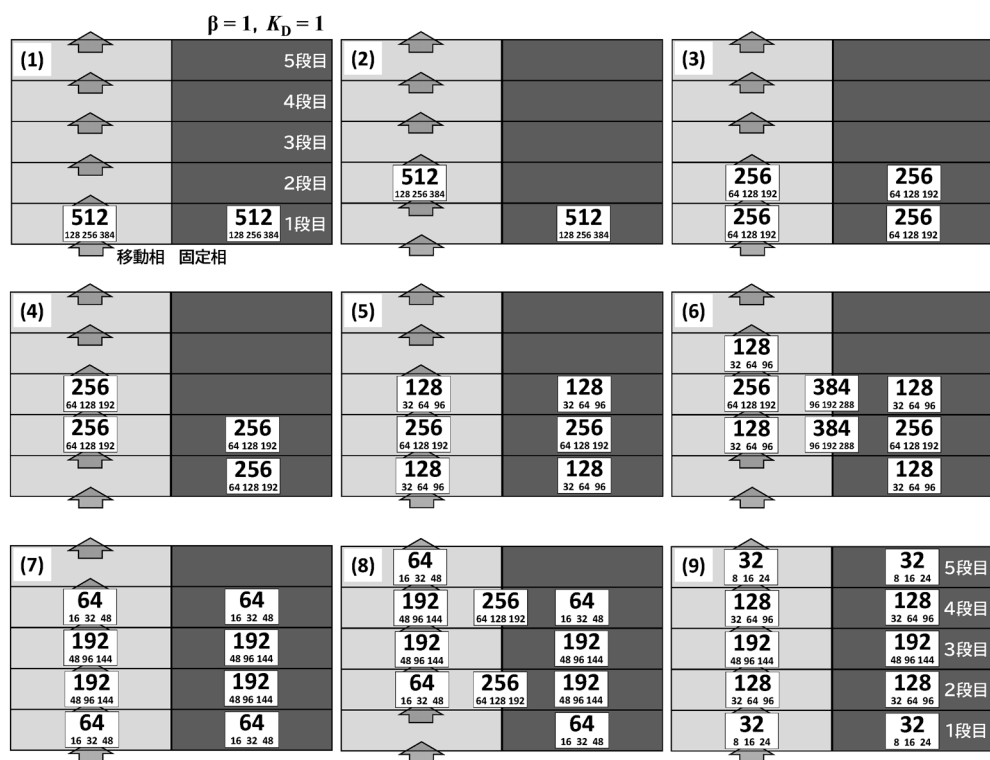

図 8 溶質の移動に伴うカードの配置変化 ($\beta=K_D=1$)⁵⁾
図 8 に $\beta=K_D=1$ におけるカラム内での物質質量分布を 5 段目までシミュレーションした結果を示す。この場合、平衡時は移動相と固定相が同じ濃度になるように物質質量を決めるが、両相の体積が同じなので両相が同じ物質質量になるようにカードを並べる。まず、1 段目では両相に「1024」の 1/2 である「512」のカードをそれぞれ置く (図 8(1))。移動相内のカードだけを 2 段目に移動させ (同(2))、各段でそれぞれ「512」の 1/2 である「256」のカードを両相に置く (同(3))。次に、移動相内にある 2 枚のカードを次段にそれぞれ移動させ (同
(4), 各段で段内合計値の 1/2 数のカードをそれぞれ両相に置く (同(5))。続いて, 移動相内にある 3 枚のカードを次段にそれぞれ移動させ, 2 および 3 段目は段の合計値に相当するカードをそれぞれ置いた後 (同(6)), 段内合計値の 1/2 数のカードを両相にそれぞれ置く (同(7))。最後に, 移動相内にある 3 枚のカードを次段にそれぞれ移動させた後, 2 および 4 段目は段の合計値に相当するカードをそれぞれ置き (同(8)), 合計値の 1/2 数のカードを両相にそれぞれ置く (同(9))。このシミュレーションでは, 移動相と固定相に存在する溶質の物質質量比から保持係数 (k) が求められる。また, 移動相はカラム内では 1 段目から 5 段目まで 4 段移動していることになり, 溶質は最も物質質量が多い段数まで移動したとして, 移動率 (カラム内での移動相の移動距離に対する溶質の移動距離比, R) が推算できる。例えば $\beta=K_D=1$ (図 8(9)) の場合, 両相の物質質量比から $k=1$ となる。また, 移動相は 1 段目から 5 段目まで 4 段移動しているのに対し, 溶質は 1 段目から最も物質質量が多い 3 段目まで 2 段移動しているとして $R=2/4=1/2$ となる。